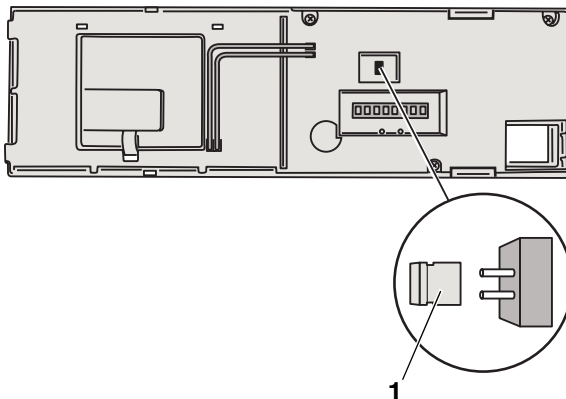

Bild 24 Rückseite des Basiscontrollers BC10
- Jumper (→ Bild 24, [1]) ggf. abziehen, wenn die Kesselleistung begrenzt werden soll.